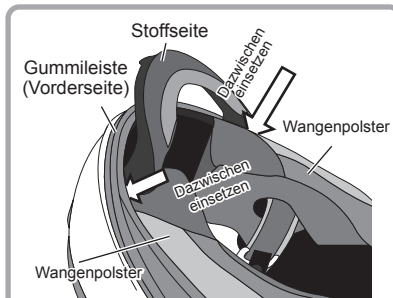

Abb.2
2. Drehen Sie den Helm und befestigen Sie den Windabweiser-2 auf der Vorderseite (Kinnbereich) des Helms wie in Abb. 2 gezeigt. Setzen Sie gleichzeitig das Zwischenfutter der beiden Seiten des Windabweisers-2 zwischen den Vorderbereich des Wangenpolsters und die Gummileiste.